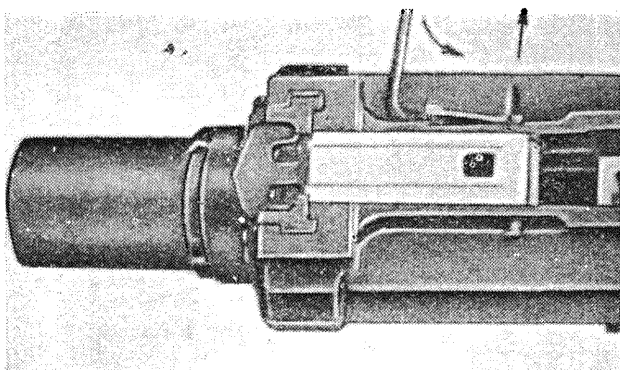

Рис. 55
3. Повернуть флажок замыкателя упора с помощью крючка для проталкивания ленты до совпадения венчика на нем с выточкой на коробке. Вынуть замыкатель упора (рис. 55).